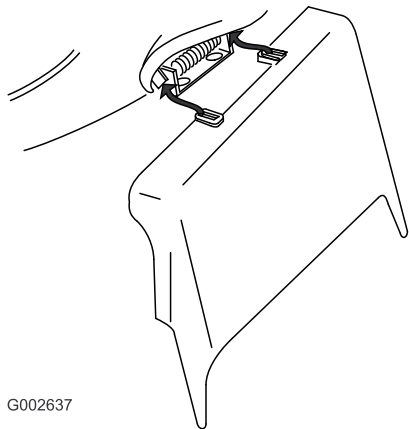

Figure 31
3. Montez la goulotte d'éjection latérale et rabattez le volet dessus (Figure 31).